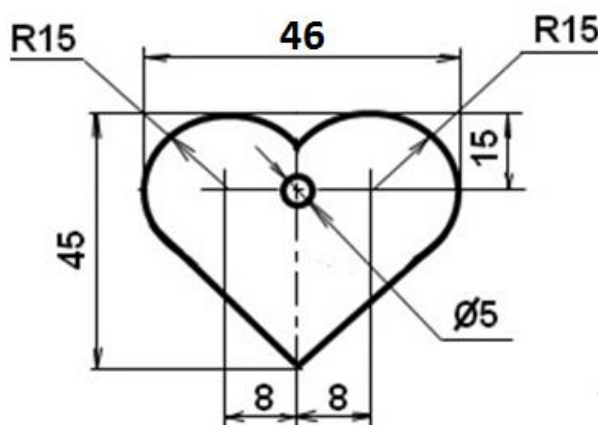

Рис. 2 Брелок «Сердечко».
- а) произвести разметку заготовки в соответствии с эскизом (*Рис. 2*)